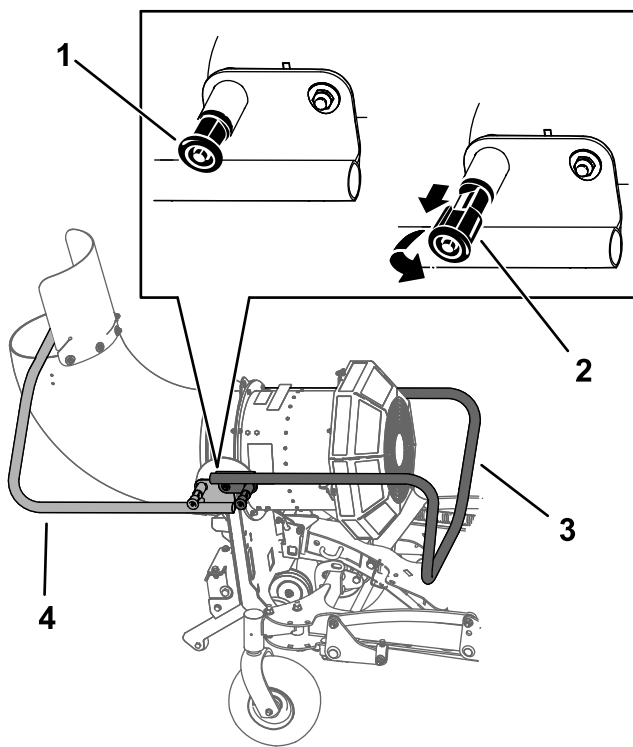

Figura 22
3. Tire de los pasadores de bloqueo del caballete en ambos lados de la máquina, gírelos 90 grados de manera que queden desbloqueados y eleve el caballete (Figura 22). Coloque los pomos y asegúrese de que los pasadores encajen en su sitio.